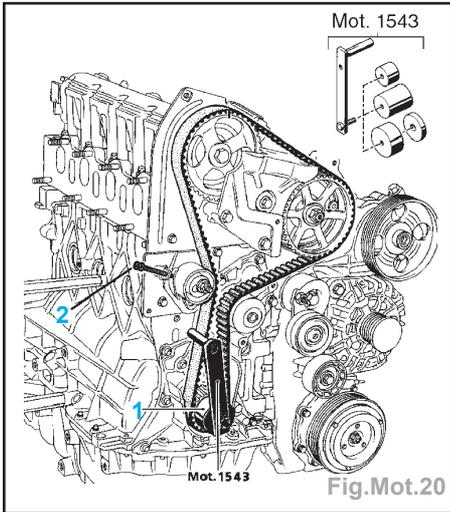

Fig.Mot.20
- Monter la courroie de distribution neuve en alignant les repères de la courroie avec ceux des pignons d'arbre à cames et de vilebrequin. Mettre le galet tendeur en appui sur la courroie en vissant la vis (2) sur le support du galet tendeur (Fig.Mot.20).